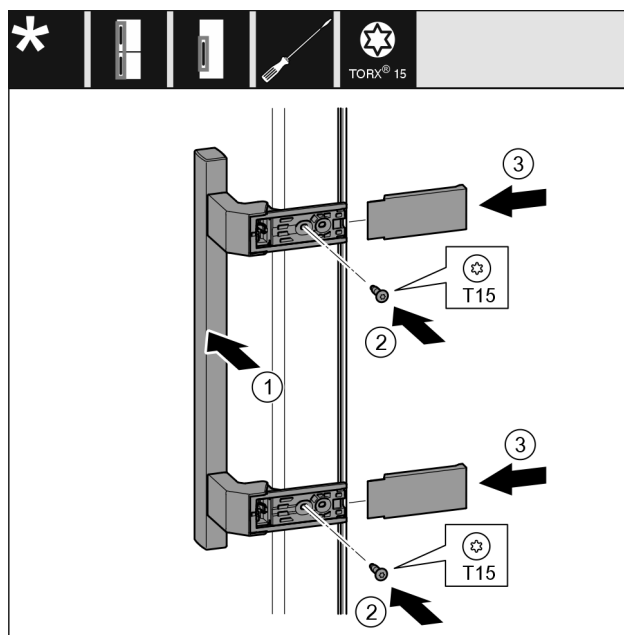

Fig. 22
- ▶ Griff *Fig. 22 (1)* auf der Gegenseite ansetzen.
- ▶ Schrauben *Fig. 22 (2)* mit Schraubendreher festschrauben.
- ▶ Abdeckungen *Fig. 22 (3)* seitlich ansetzen und aufschieben.